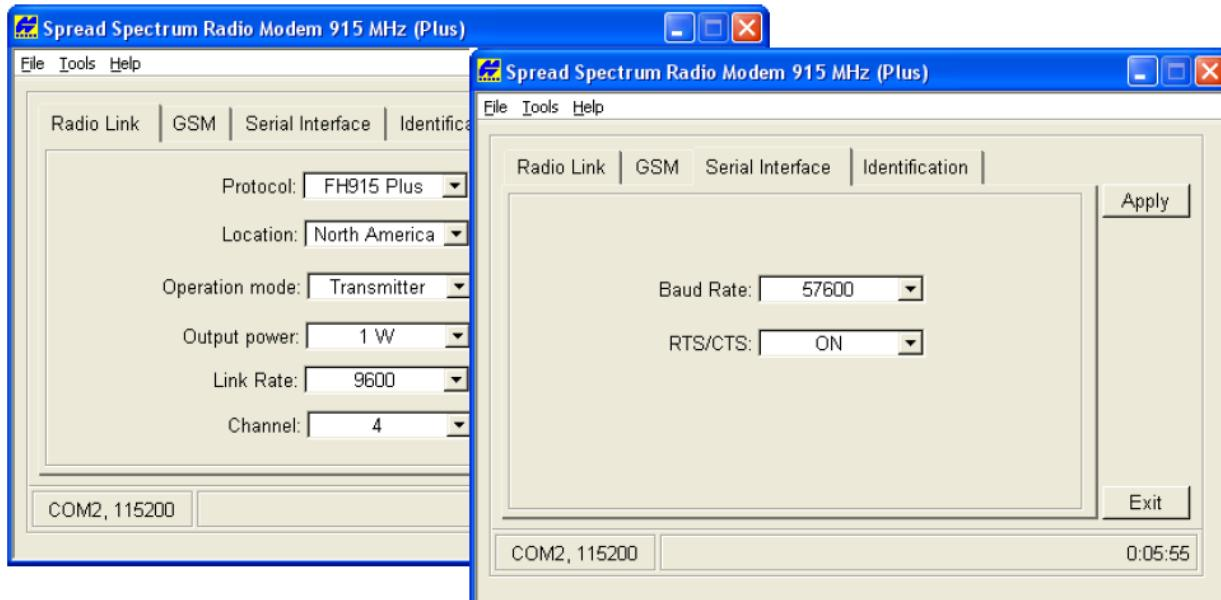

Рисунок 3-2. Подтверждение параметров радиосвязи и скорости передачи
3. Во вкладке *Radio Link* (*Радиоканал*) установите перечисленные ниже параметры (см. таблицу 3-1) и щелкните на кнопке *Apply* (*Применить*) (см. рис. 3-2 на стр. 3-6).
4. Во вкладке *Serial Interface* (Последовательный интерфейс) выберите перечисленные ниже параметры скорости передачи и щелкните на кнопке *Apply* (Применить) (см. рис. 3-2).